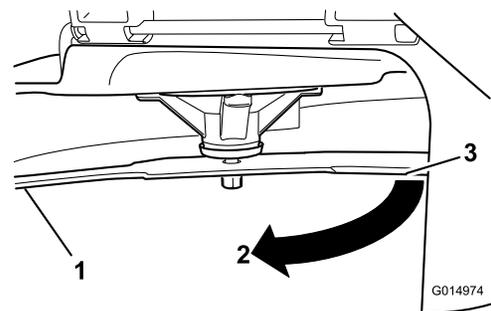

Bild 72
4. Drehen Sie dasselbe Messer um 180 Grad, sodass die andere Schnittkante jetzt in derselben Stellung ist (Bild 72).